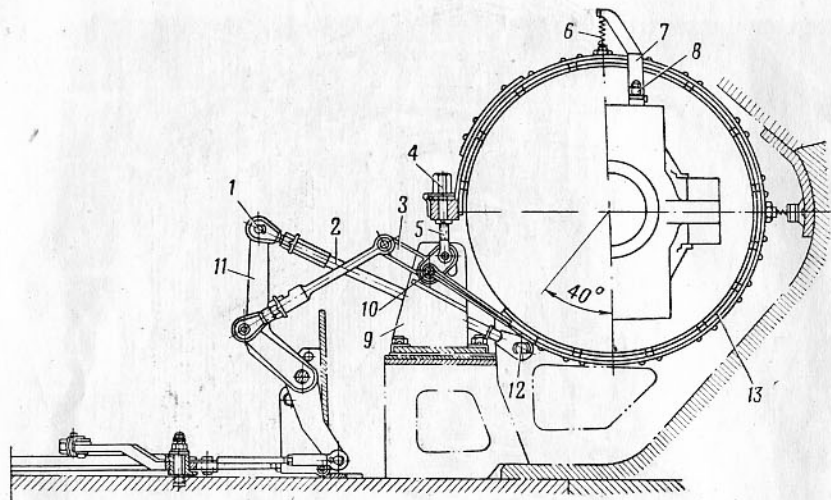

Рис. 19. Установка тормозной ленты бортового фрикциона:
16. Расшплинтовать и вынуть пальцы 1 (рис. 19), соединяющие наклонные тяги 2 бортовых фрикционов с верхними рычагами 11.
25. Расшплинтовать и отвернуть гайки пальцев 12 (рис. 19), вынуть пальцы и отъединить тяги 2 от подвижных чашек бортовых фрикционов.
2. Присоединить тяги 2 (рис. 19) к рычагам подвижных чашек бортовых фрикционов, вставить в совмещенные отверстия
13. Ввести проушину нижней части тормозной ленты в кронштейн. Установить и зашплинтовать палец 10 (рис. 19), соединяющий нижнюю часть тормозной ленты с кронштейном 9 и рычагом 3 тормоза.